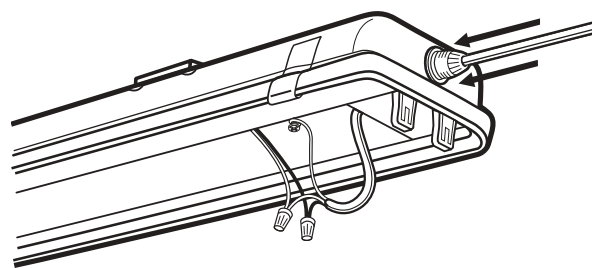

Figure 11
9. **Feed supply wire through fitting.** Make sure supply wire is long enough to make connections. **See Fig. 11.**
9. Acheminer le câblage par le raccord. Vous assurer que le câblage est suffisamment long pour effectuer le raccordement. Voir la figure 11.
9. Alimente alambre de suministro de electricidad a través del accesorio. Cerciórese que el alambre de suministro sea bastante largo para hacer las conexiones.- **Vea Fig. 11.**